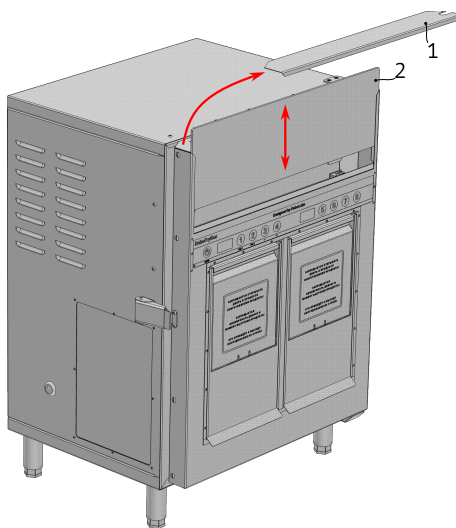

Рисунок 4
2. На верхнем крае двери находится планка (1) (см. Рис. 4) зафиксированная магнитными креплениями к двери. Снимите планку движением вбок и вверх.
3. Вытащите экран (2) вверх.